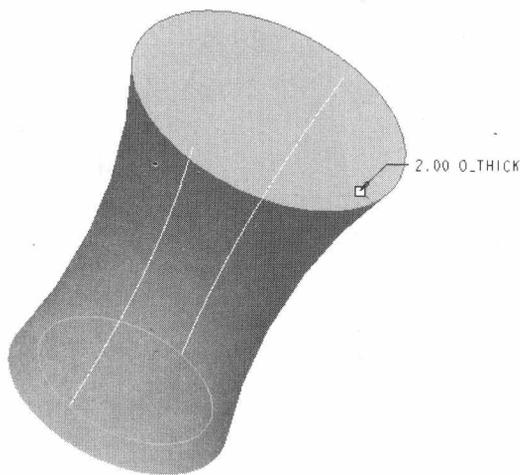
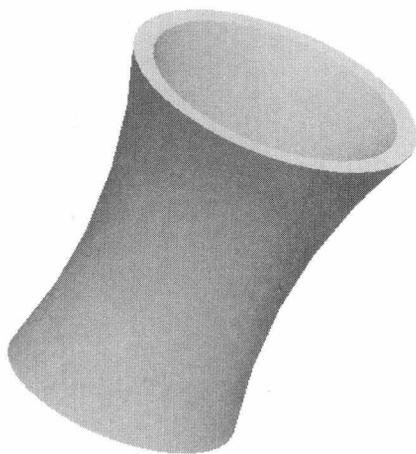

图1-7
图1-8
- (1) 单击  按钮启动壳工具。
- (2) 选取要从零件删除的曲面，如图 1-7 所示。
- (3) 设置厚度为 2。
- (4) 单击鼠标中键完成创建壳特征，结果如图 1-8 所示。